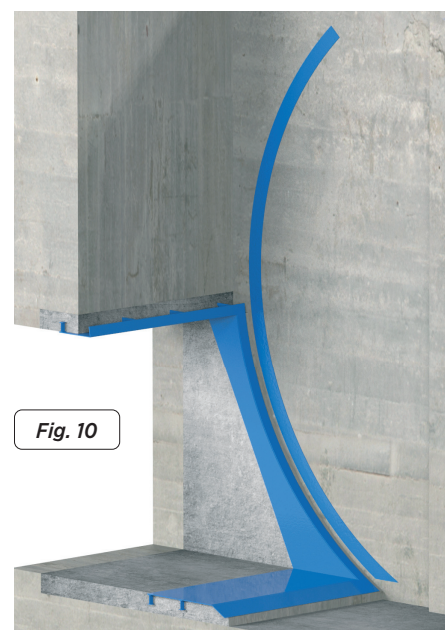

Fig. 10
- Una vez montadas la embocadura y las bases de los puntos de giro y amarres de cilindro, presentar las pletinas de rodadura sobre la obra civil (fig. 10). Tiene mucha importancia posicionarlas correctamente, para ello hay que respetar las cotas que se reflejan en el plano de conjunto y centrarlas radialmente con el punto de giro, ya que tienen que coincidir con las ruedas de guiado lateral tanto con la compuerta abierta como cerrada. En un primer momento hay que posicionarlas provisionalmente hasta comprobar con el tablero que están bien colocadas, después de la comprobación se realizará la fijación definitiva.